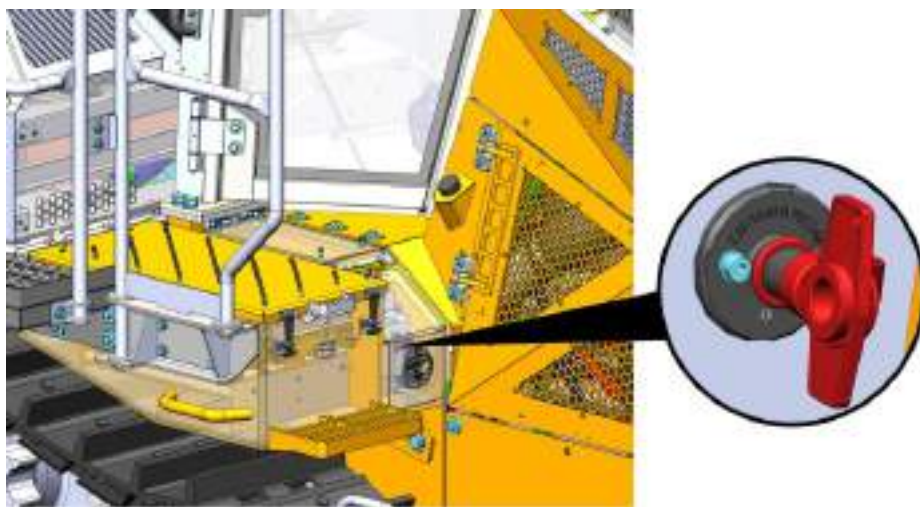

Рисунок 5.24. Главный выключатель АКБ
- ▶ Отключить питание маши главным выключателем АКБ (доступ к рукояти выключателя реализован через дверцу ящика в подножке с правой стороны кабины оператора, см. поз. рис. 5.24).